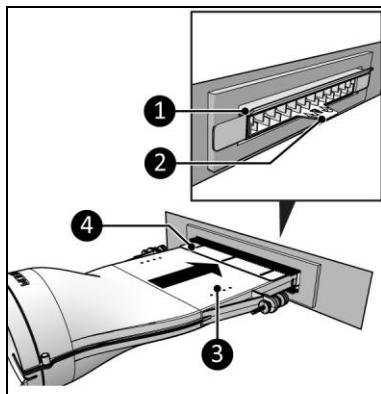
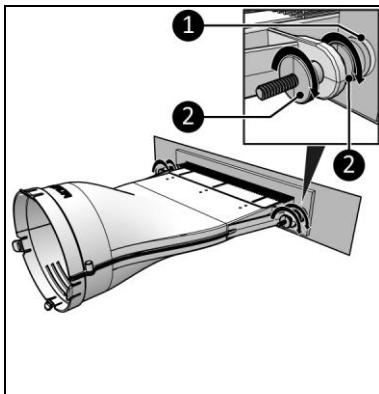

Figure 3
Figure 5
- Insérez la partie principale (Figure 3, pos. 3) dans le dispositif de transfert (Figure 3, pos. 4).
- Assurez-vous que seule la poignée (Figure 3, pos. 2) dépasse de la boîte aux lettres (Figure 3, pos. 1).
- Ajustez et serrez les deux côtés à l'aide des vis de réglage (Figure 5, pos. 2).
- Assurez-vous que les supports (Figure 5, pos. 1) sont pressés contre l'intérieur de la porte. Lorsque le rabat de la boîte aux lettres s'ouvre vers l'intérieur, assurez-vous que seule la poignée (Figure 3, pos. 1) dépasse de la boîte aux lettres.